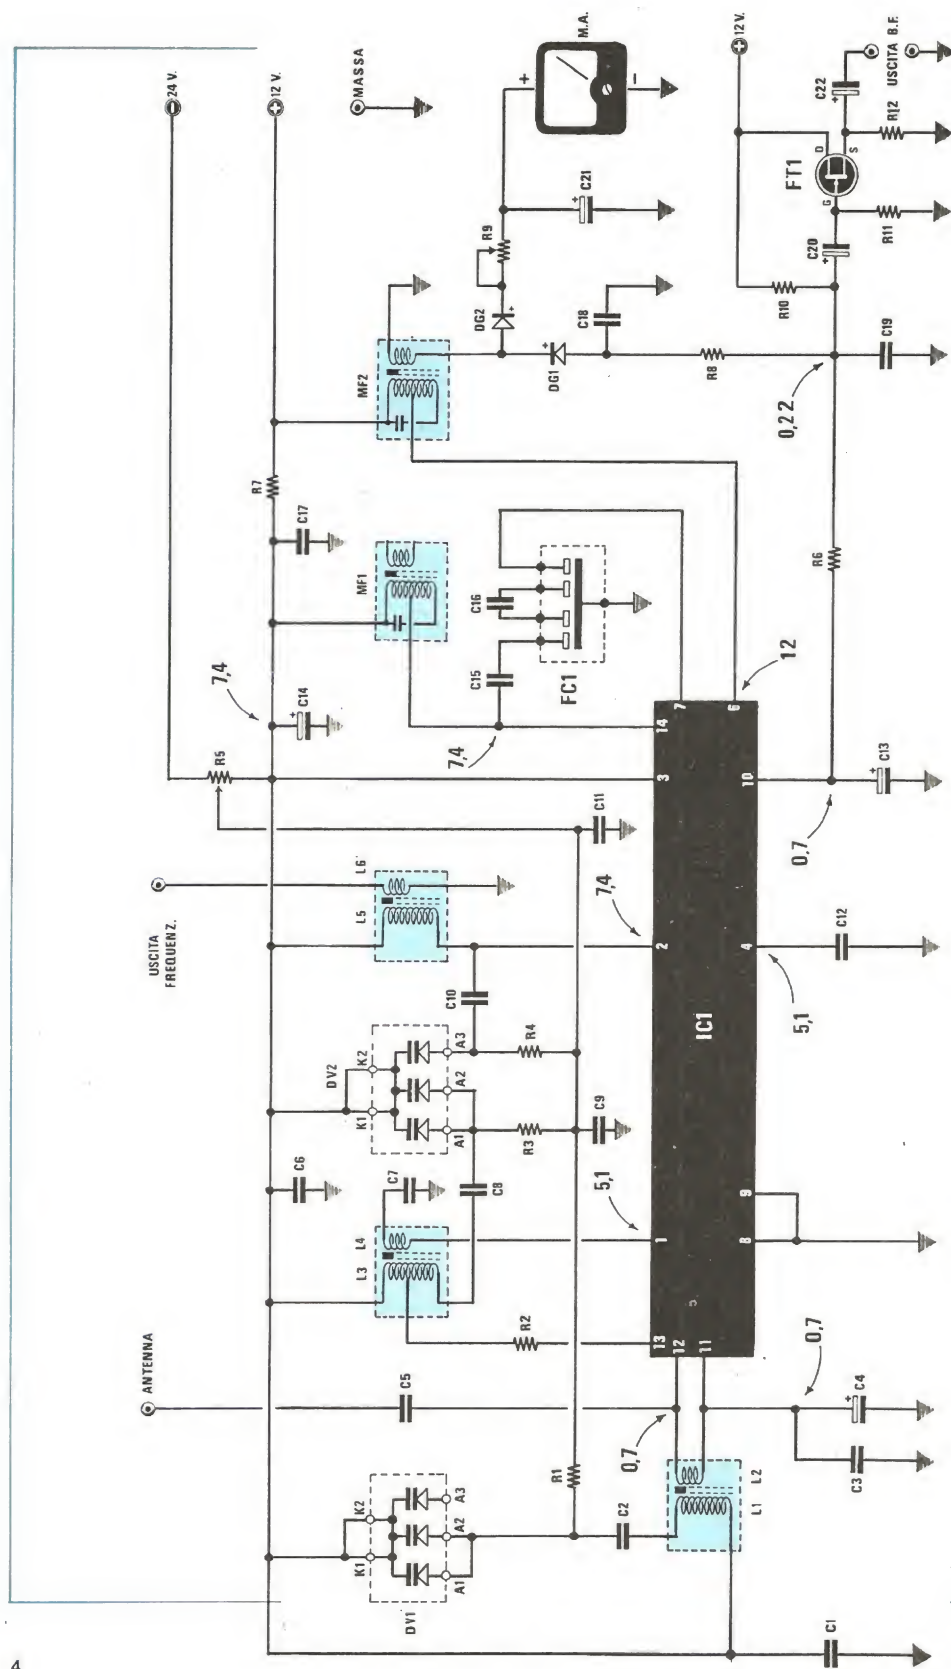

Fig. 1 Schema elettrico.
Possiamo prevedere che di fronte allo schema elettrico del nostro sintonizzatore (vedi fig. 1) apparentemente così semplice in quanto composto da un solo integrato più un fet, molti siano indotti a pensare che dallo stesso si possano ottenere prestazioni molto limitate, in ogni caso inferiori ad un circuito composto da 10-12 transistor, tuttavia non ci si deve far sviare dalle apparenze in quanto se si osserva attentamente la fig. 2, si vedrà che all'interno di questo integrato sono racchiusi ben 12 transistor, 24 resistenze, 2 diodi e uno zener, cioè in un solo integrato è racchiuso un circuito molto complesso, come si richiede appunto per un ricevitore di
**Fig. 2** Nell'interno dell'integrato uA.720 sono presenti ben 12 transistor, 24 resistenze, 2 diodi e 1 zener; quindi utilizzando tale integrato la realizzazione di un ricevitore onde medie, come abbiamo già visto in fig. 1, risulta molto semplificata.